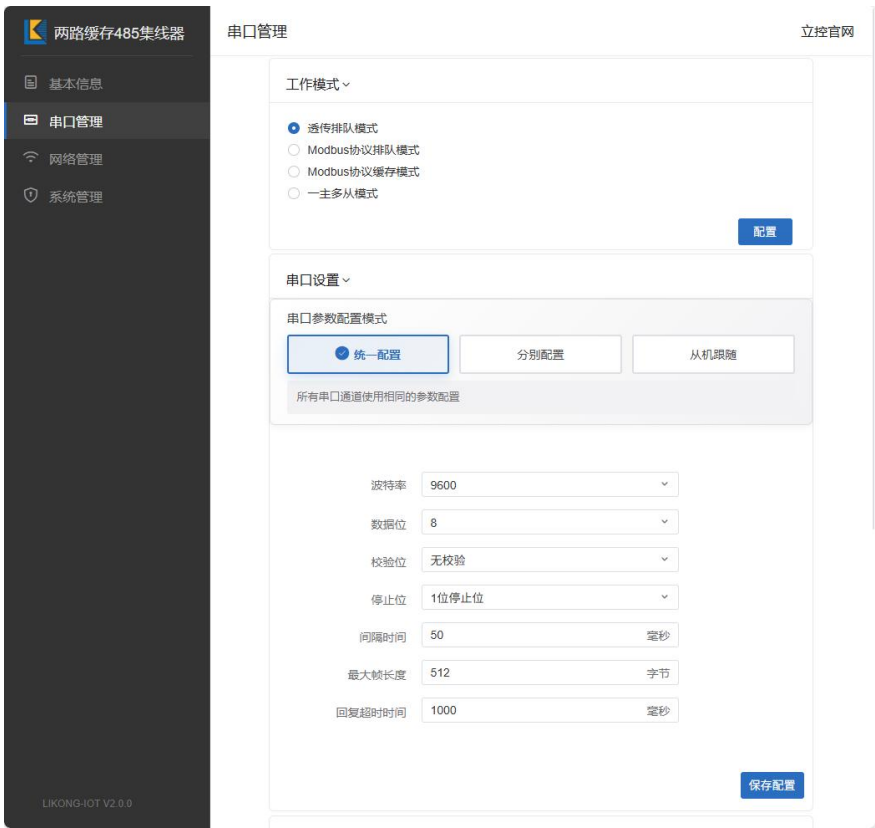

图 1.5
3、选择“串口管理”选项进入串口的相关配置如图 1.5，一般情况下选择“透传排队模式”即可。串口的参数根据主站和从站的参数配置，如有不明白之处请阅读第 6 章节参数配置的介绍。